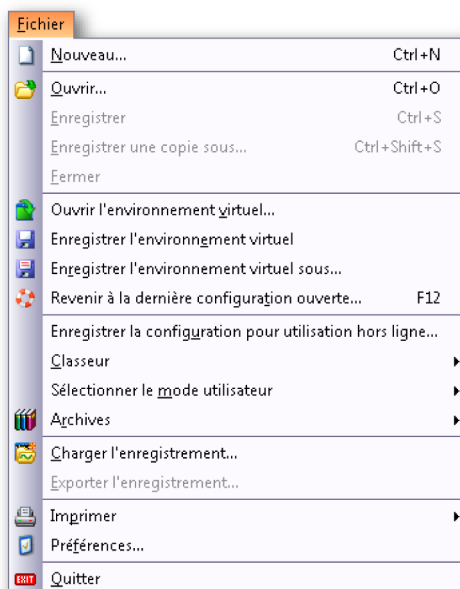

Figure 9.1 : Menu Fichier
- 3 Cliquer sur **Ouvrir**. Consulter Figure 9.1 « Menu Fichier » page 340 pour plus de détails.